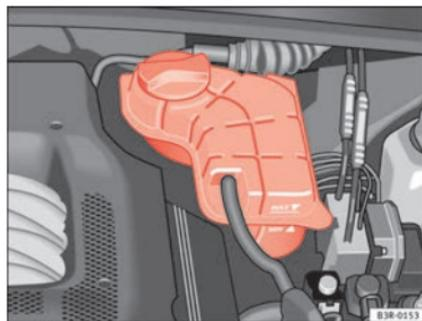

Fig. 172 Compartimento del motor: Depósito del líquido refrigerante
- Verifique el nivel del líquido refrigerante en el depósito de expansión del líquido refrigerante ⇒ fig. 172. Estando el motor frío, el nivel debe estar entre las marcas “min” y “max”. Con el motor caliente, el nivel también puede estar un poco por encima de la marca “max”.
- Ponga un paño sobre el tapón del depósito de expansión del líquido refrigerante ⇒ fig. 172 y desenrózquelo **con cuidado** girando hacia la izquierda ⇒ ⚠.